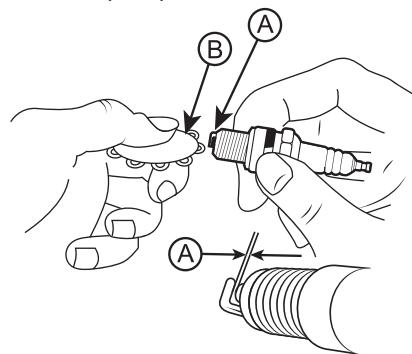

Рис. 15 Обслуживание свечи зажигания
4. Измерьте зазор А между электродами свечи зажигания специальным щупом В. Зазор должен быть  $0,7-0,8$  мм (Рис. 15). При увеличении или уменьшении требуемого зазора, рекомендуется заменить свечу, так как регулировка зазора может привести к изменению качества искрообразования.